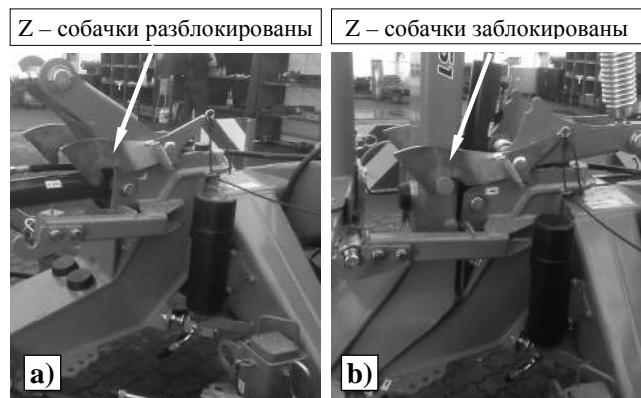

Рис. 13. Позиции собачки
- гидравлическими транспортерами поднять режущую систему в вертикальное положение до закрытия собаки **Z** (Рис. 13)